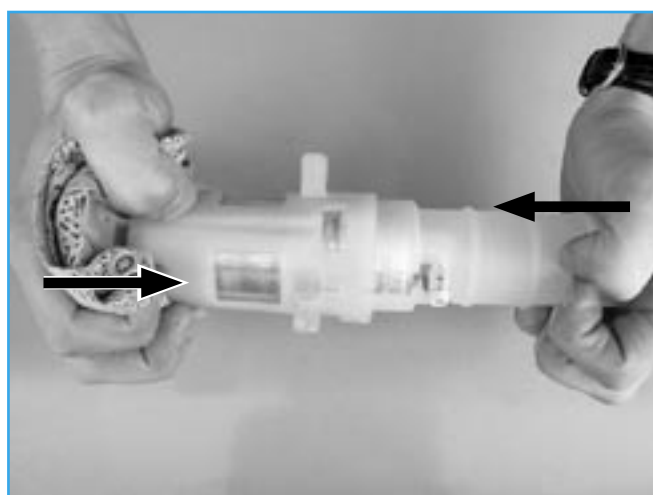
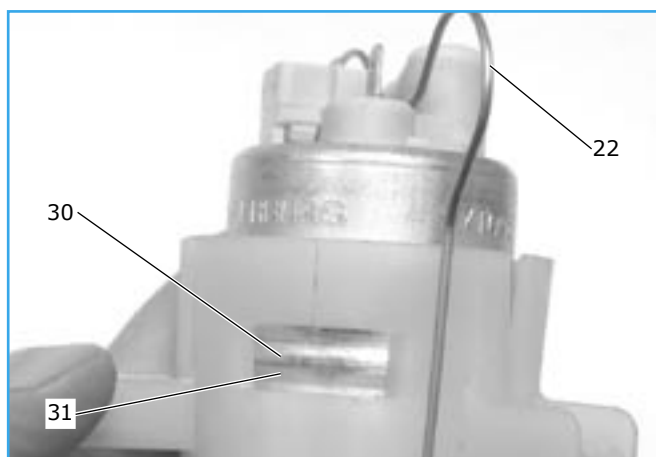
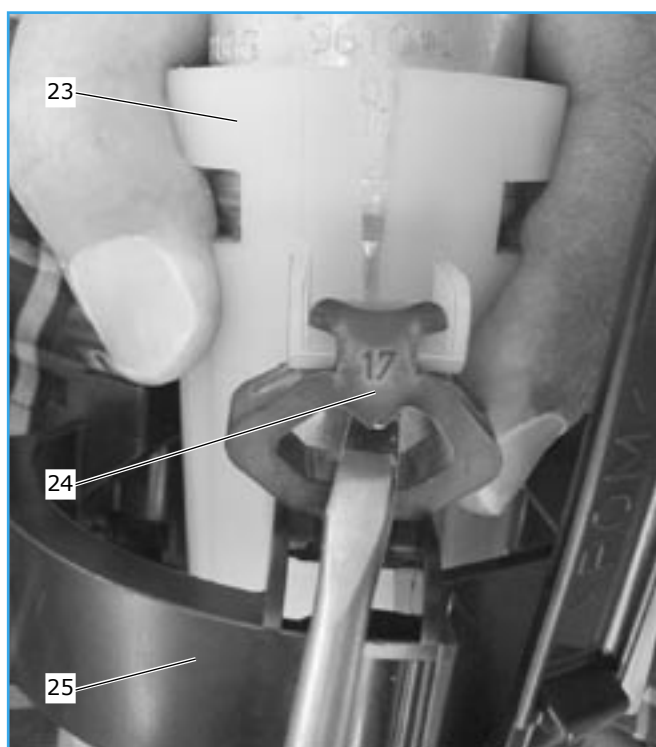
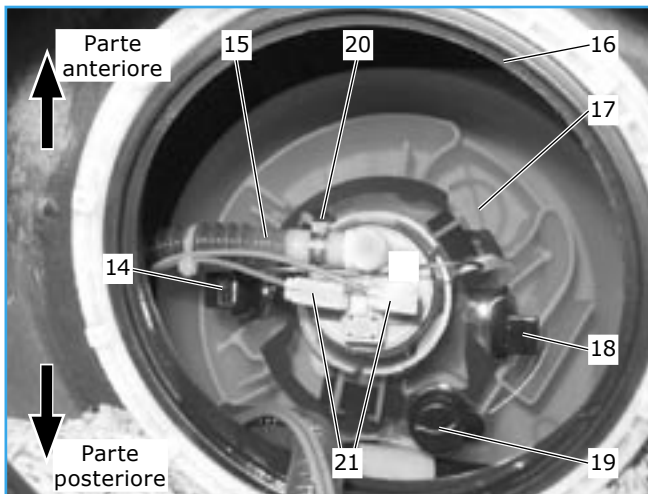

Fig.9
Fig. 12
Fig. 13
Fig. 14
Facendo pressione sulla pompa si raccomanda di proteggere contro danneggiamenti il filtro di aspirazione con un panno antipilling (vedi fig. 9).
- La pompa insieme all'utensile ora deve essere inserita nella bussola in modo tale che il manicotto di aspirazione (29) poggi nella relativa apertura (28) sul fondo della bussola.
- ☞ Facendo pressione sulla pompa si raccomanda di proteggere contro danneggiamenti il filtro di aspirazione con un panno antipilling (vedi fig. 9).
- La pompa risulta inserita in giusta posizione quando risulta visibile nella cavità della bussola (31) il bulbo periferico (30).
- Se la pompa non si lascia inserire fino a tale posizione, bussola e pompa sono girate l'una contro l'altra e il manicotto di aspirazione (29) non fa presa nella relativa apertura sul fondo della bussola (28).
- Con la staffa di sicurezza (22) bloccare la pompa nella bussola (vedi ??fig. 12).
- Introdurre la pompa nuova con bussola (23) nel supporto (25).
- ☞ Per la corretta posizione di montaggio, vedi -> fig. 14.
- Nella vista da sopra la valvola limitatrice (19) indica verso destra in giù e il raccordo di mandata verso sinistra.
- Rimontare le parti superiori dei tre ammortizzatori in gomma (24) nelle loro sedi sulla bussola (23) (vedi. ??fig. 13).
- Controllare la guarnizione in gomma (8) sul coperchio di chiusura.
- Infilare il tubo (15) sul raccordo e fissarlo con la fascetta (20).
- Inserire i contatti elettrici (21). I contatti elettrici sono protetti contro l'inversione di polarità.
Per la corretta posizione di montaggio, vedi -> fig. 14.